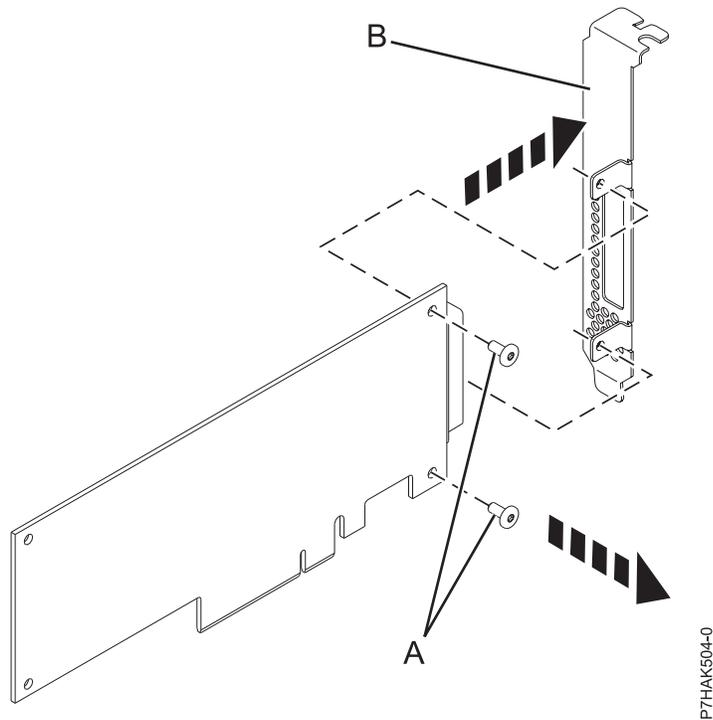

Abbildung 31. Den langen Adapterkassettenhalter aus dem neuen PCIe-Adapter ausbauen
8. Entfernen Sie mit einem Kreuzschlitz-Schraubendreher die beiden Sicherungsschrauben (A), mit denen der lange Haltesteg (B) am neuen PCIe-Adapter befestigt ist, wie in Abb. 31 auf Seite 50 dargestellt.